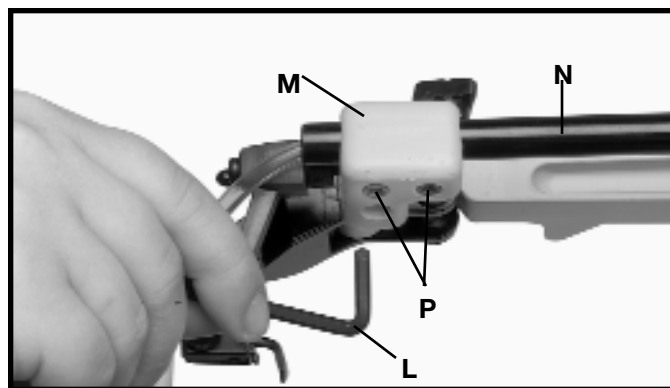

Fig. 11
9. Utiliser la clé de 4 mm (L) fig. 11, desserrer les deux vis (P) au bas de la fixation (M) qui retient la fixation à la tige (N).